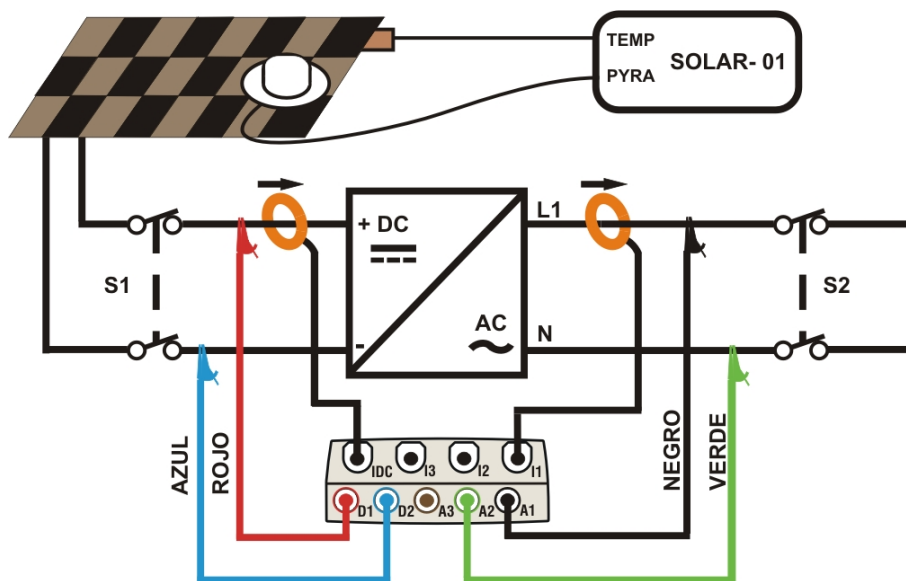

Fig. 218: Conexionado del instrumento en un sistema FV-1 con unidad SOLAR-01
2. Conecte las entradas **D1** y **D2** respectivamente a los polos positivo y negativo de la salida del ramal. Conecte las entradas **A1**, **A2** a los conductores de Fase y Neutro respetando los colores como muestra la Fig. 218
3. Conecte la pinza de corriente CC sobre el conductor positivo en la salida del ramal **respetando el sentido de la flecha** presente sobre la misma pinza como indica la Fig. 218. **Controle la carga de las pilas interne de la pinza**
4. Conecte la pinza CA sobre el conductor de Fase L1 **respetando el sentido de la flecha** presente sobre la misma pinza como indica la Fig. 218. Conecte la salida de la pinza en la entrada **I1** del instrumento.